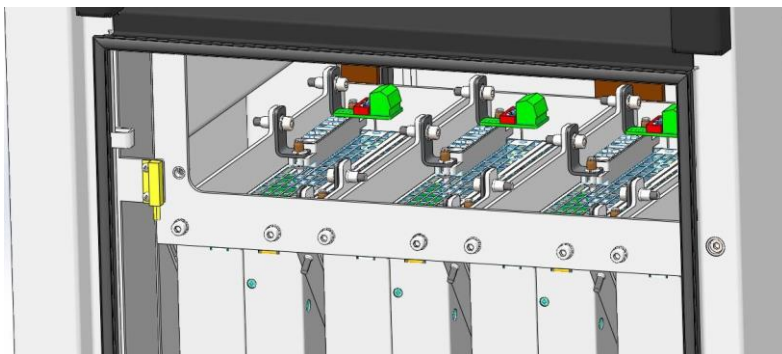

Рисунок 16 - Підключення модулів
11. Закріпіть клеми знятими раніше кріпленнями (рис. 16).